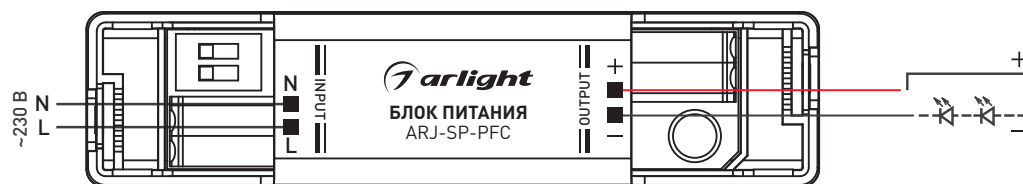

Рис. 1. Схема подключения источника тока
- 3.5. Подключите входные провода источника тока к обесточенной электросети, соблюдая маркировку: L (фазовый) — коричневый провод, N (нулевой) — синий (рис. 1.).